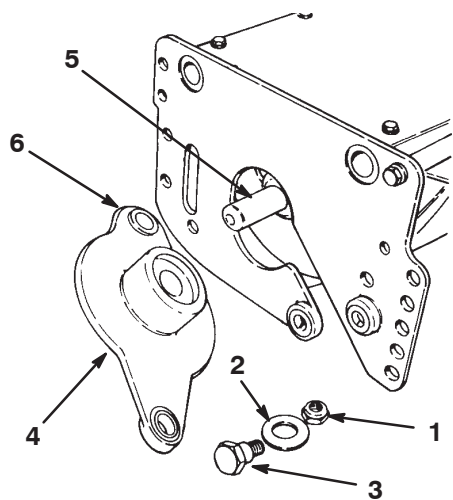

Bild 29
2. Nehmen Sie die Ansatzschreiben, Büchsen und Distanzstücke an jedem Ende des Geräts ab. Nehmen Sie dann den Untermesserträger bzw. das Untermesser ab (Bild 29).
- Entfernen Sie die innere Sicherungsmutter vom Einstellstift, die Befestigungen für die Halterung und den Einstellgriff von der Seitenplatte (Bild 29).
auf Abnutzung (Bild 29). Tauschen Sie diese bei
Befestigungsloch an der Seitenplatte (Bild 29). Setzen